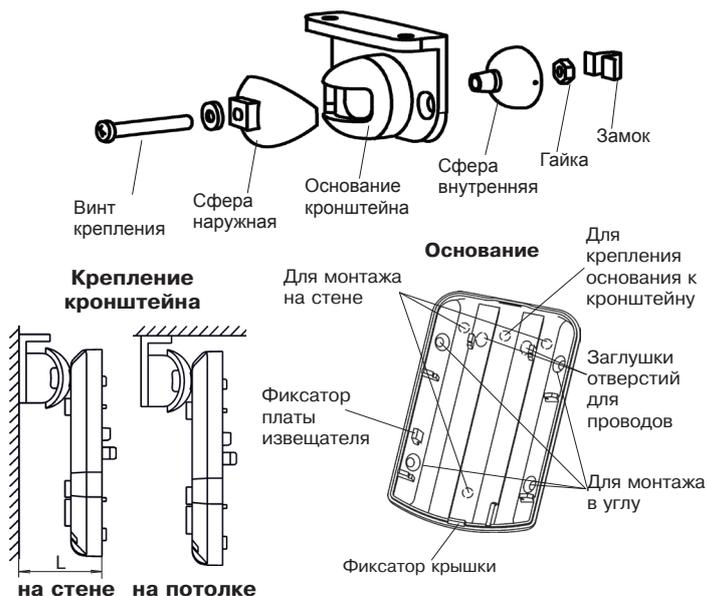

Рисунок 2 – Основание извещателя и кронштейн
- снимите крышку извещателя, отжав при помощи отвертки фиксатор, расположенный в нижней части основания извещателя (рисунок 2);
- просверлите в основании корпуса отверстия (рисунок 2), которые будут использоваться для прокладки проводов и крепления извещателя;
1. После закрепления извещателя на кронштейне повернуть корпус извещателя в вертикальной плоскости, в соответствии с выбранной высотой установки, отмерив расстояние (L) от стены до края основания при снятой крышке (рисунок 2, таблица 3).